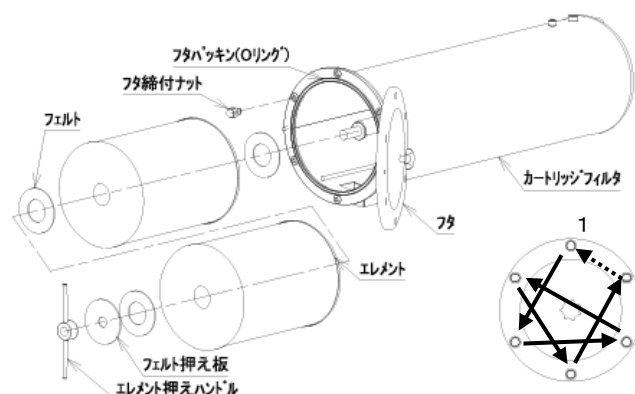

図 11-2
11-3-2.カートリッジフィルタ（図 11-2）
4) フィルタエレメントの交換手順 (図 11-2)
- ④ DO221 (図 11-2):
- ⑧ DO221 (図 11-2):
- ⑨ Oリングに亀裂やキズが無い、又締付フランジ面にキズや異物が無いを確認してください。
- ⑩ フタを閉め、ナットを均等に締め付けます。(図 11-2)